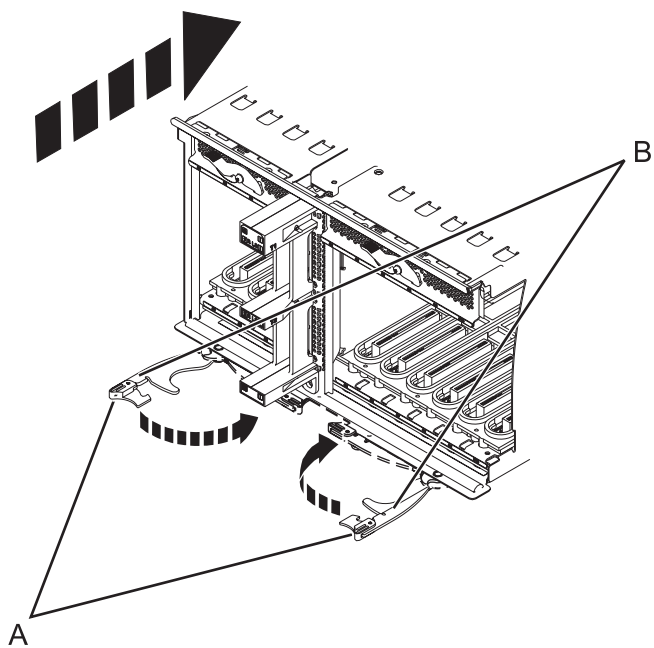

Figure 59. Installation de la carte mère d'entrée-sortie sur un modèle monté en armoire
8. Insérez la carte mère d'entrée-sortie fermement dans le serveur, comme indiqué dans la figure 59, à la page 73.
9. Fixez la carte mère d'entrée-sortie avec les languettes de verrouillage (A), comme indiqué dans la figure 59, à la page 73.